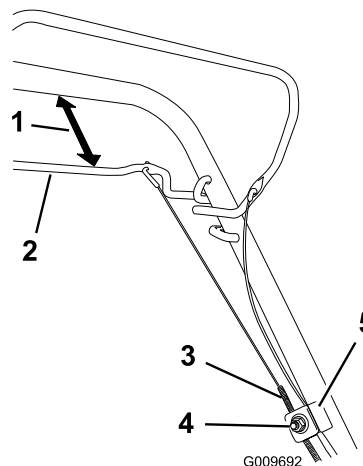

Figura 24
- Allentate il dado del supporto cavo (Figura 24).
- Mantenete la barra della trazione automatica a una distanza compresa tra 25 e 38 mm dalla stegola (Figura 24).
- Abbassate la guaina del cavo (verso la macchina) fino a tendere il cavo (Figura 24).